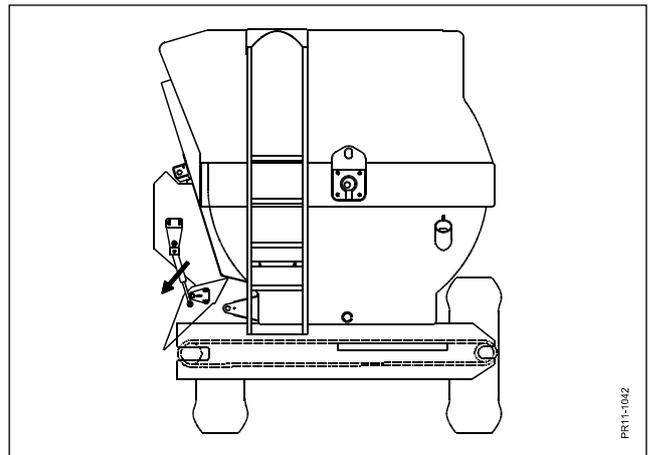

Fig. 5.15
- Fig. 5.15** distribution du côté gauche, ou